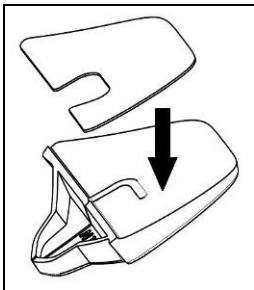

Fig. 3
- Aplicar o biadesivo fornecido sobre o adaptador plástico selecionado (Fig. 3);